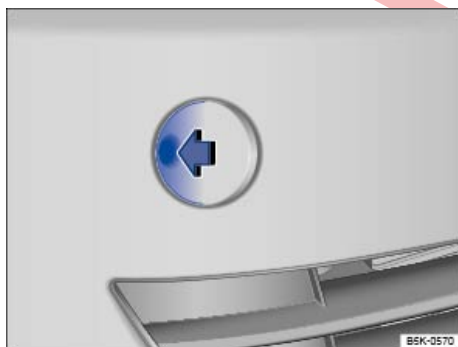

Fig. 299 En el lado derecho del paragolpes delantero: retirar la tapa.
- Presione en el lateral de la tapa ⇒ **fig. 299** (flecha) para desengancharla.